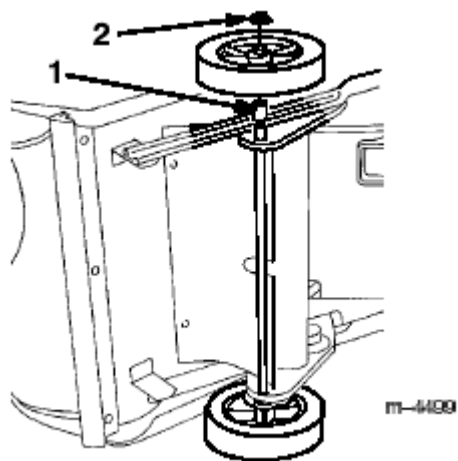

图3
- 7、安长垫圈和一个轮子于左侧轴。有6个轮幅的一侧朝下。（图3）